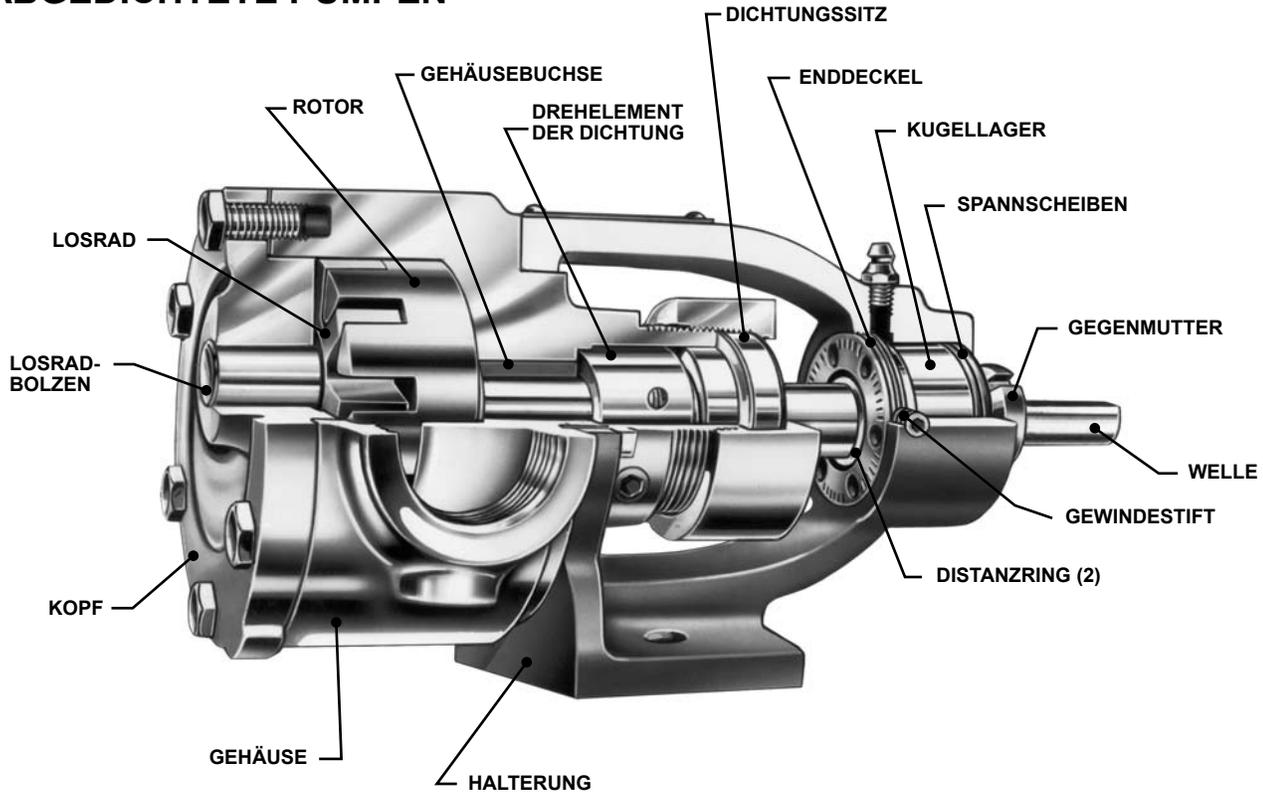
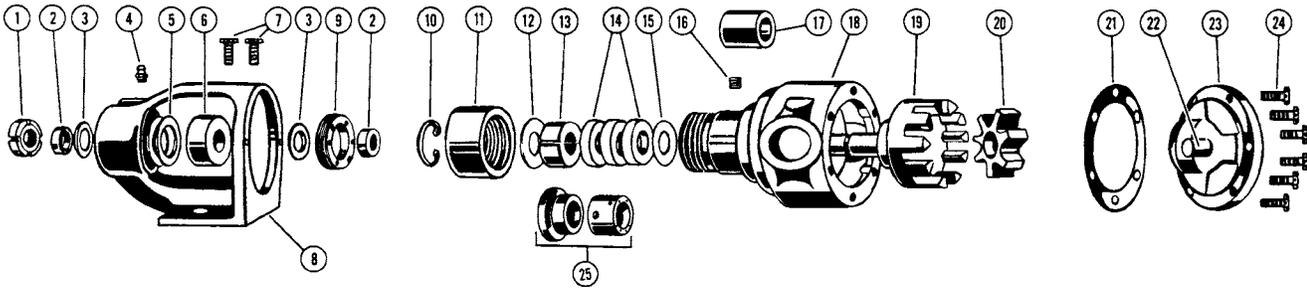

ABBILDUNG 2
ABBILDUNG 3
4. Die Druckbegrenzungsventil-Stellschraubenkappe muss **stets** in Richtung der Saugseite der Pumpe zeigen. Wenn die Drehrichtung der Pumpe umgekehrt wird, das Druckbegrenzungsventil ausbauen und um 180° gedreht einbauen. **Siehe Abbildung 1 auf Seite 1, Abbildung 2 auf Seite 3 und Abbildung 3 auf Seite 4.**
1. **ACHTUNG:** Wenn der Kopf von der Pumpe entfernt wird (siehe **Abbildung 2**), bleibt das Losrad gewöhnlich am Losradbolzen befestigt; es fällt jedoch herunter, wenn die Innenseite des Kopfes nach unten geneigt wird. Das Losrad kann durch Fallen auf eine harte Oberfläche beschädigt werden. Wenn das Losrad herunterfallen sollte, das Teil sorgfältig auf eingekerbte oder raue Stellen untersuchen und solche Stellen vor dem Zusammenbau glattfeilen oder -schleifen.